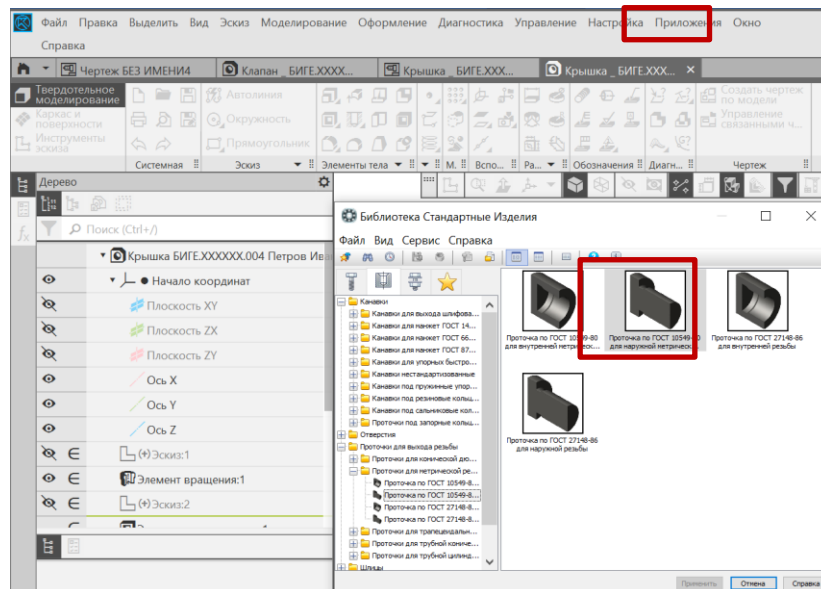

Рис. 6 Библиотека стандартных изделий - выбор проточки для метрической наружной резьбы
- **Палитра – Стандартные изделия – Вставить элемент** (рис. 6).